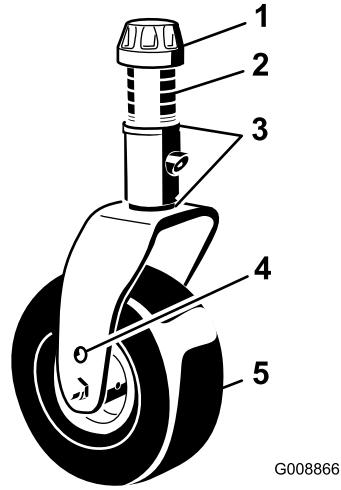
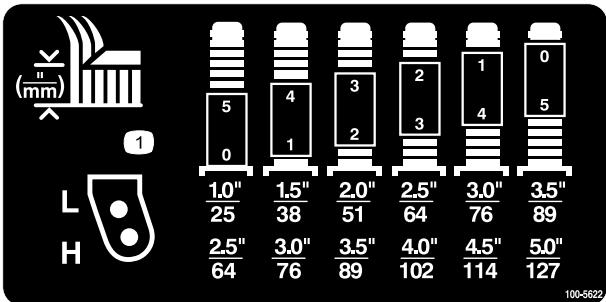

Bild 7
Bild 8
2. Stecken Sie die Laufradachsen in beiden Laufradgabeln in die gleichen Löcher. Ermitteln Sie die richtigen Löcher für die Einstellung richtig mit Bild 7 und Bild 8.
3. Entfernen Sie die Spannkappe von der Spindelwelle (Bild 7) und ziehen die Spindel aus dem Laufradarm heraus. Ziehen Sie zwei Beilagscheiben so auf die Spindelwelle, wie sie ursprünglich montiert waren. Diese Beilagscheiben sind erforderlich, um alle Mähwerke über die Breite auf ein Niveau zu bringen. Ziehen Sie die erforderliche Anzahl von 13 mm Distanzstücken (siehe die nachstehende Tabelle) auf die Spindelwelle, um die gewünschte Schnitthöhe herbeizuführen; ziehen Sie dann die Scheibe auf die Welle auf.
Ermitteln Sie die Kombination der Distanzstücke für die Einstellung mit Bild 7 und Bild 8.